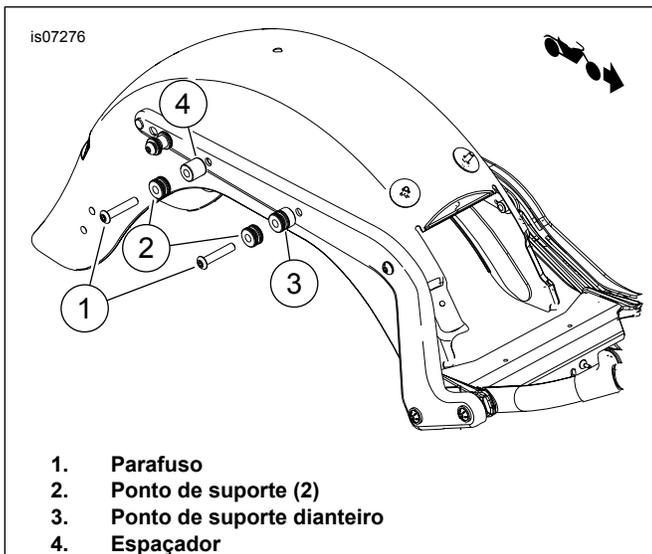

Figura 4. Instalação do ponto de suporte (com outros acessórios removíveis)
**COM outros acessórios removíveis:** Veja Figura 4. Insira os parafusos (1) através dos mini pontos de suporte (2), do ponto de suporte dianteiro (3) e do espaçador traseiro (4). Instale os parafusos no suporte de montagem do suporte do para-lama (dentro do para-lama). Aperte os parafusos com torque de 28–36 N·m (21–27 ft-lbs).